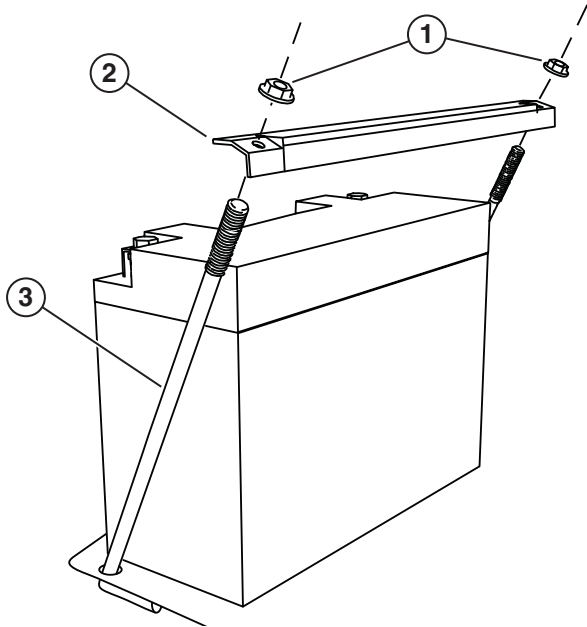

Figura 39
2. Afloje y remueva las tuercas de la placa de sujeción de la batería y retire la placa de las varillas de soporte (vea la Figura 39).